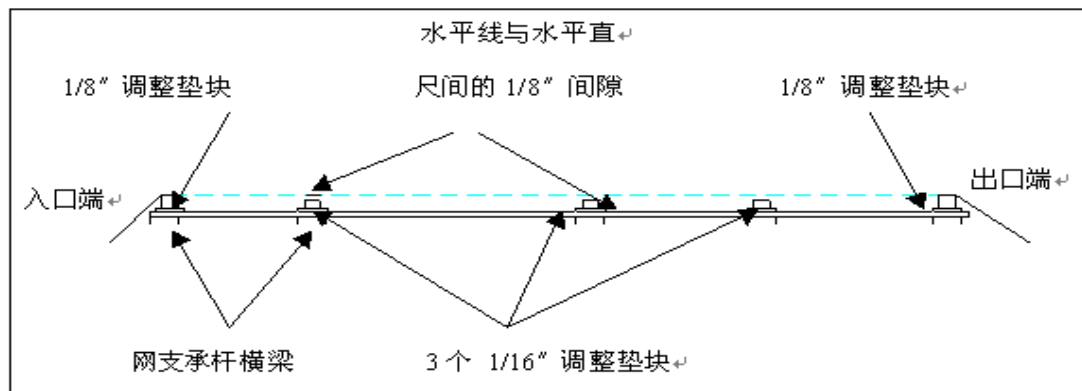

图 7-3
- 5) 沿炉膛长度方向五处在前后网带支承杆上放置 1/16" 的调整垫块，如图 7-3 所示。